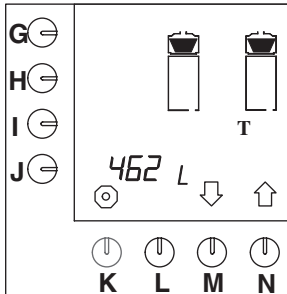

Fig. 38 Compteur totalisateur du système de filtration
- Appuyez sur la touche de sélection (N.)↑ jusqu'à ce que la fig. 38 s'affiche sur l'écran de contrôle.